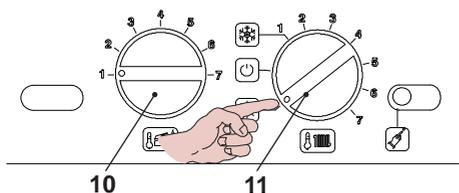

Fig. 2.5
- Ruotate il selettore 11 come in Fig. 2.5